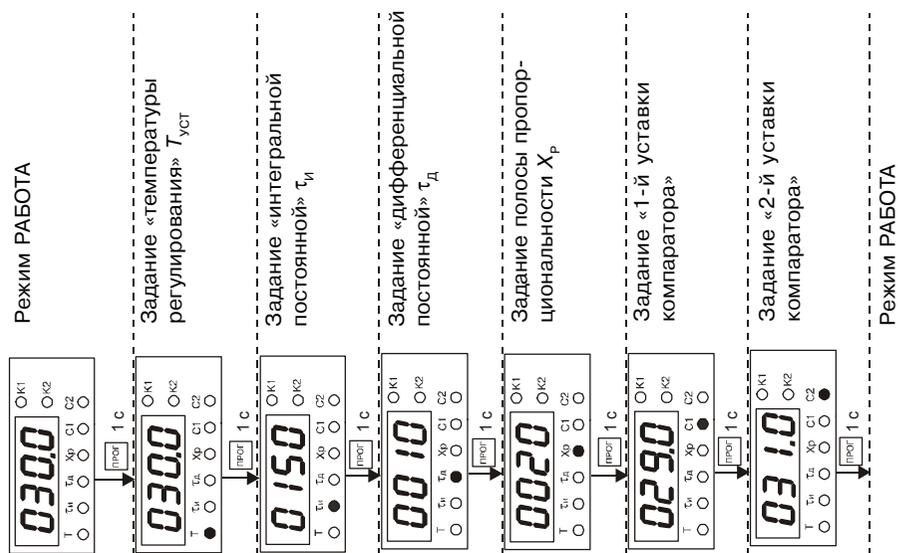

Рис. 19
6.3.2.1. При нахождении в режиме РАБОТА нажать кнопку  (в течение 1 с), после чего загорается светодиод “Т” и на индикаторе появляется установленное значение температуры регулирования (по умолчанию 30,0) с мигающим правым разрядом (рис. 19).